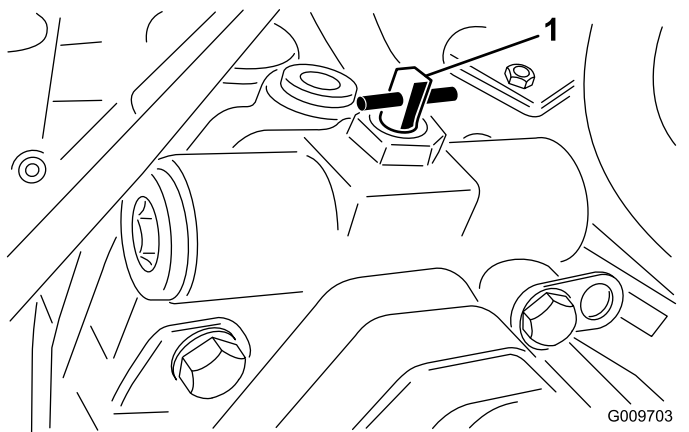

Bild 19
2. Drehen Sie das Ventil um eine Vierteldrehung nach rechts oder links, um es zu öffnen und Öl intern abzulenken (Bild 19). Weil das Öl abgelenkt wird, lässt sich die Zugmaschine ohne Schäden am Getriebe langsam bewegen. Merken Sie sich die Ventilstellung beim Öffnen oder Schließen.